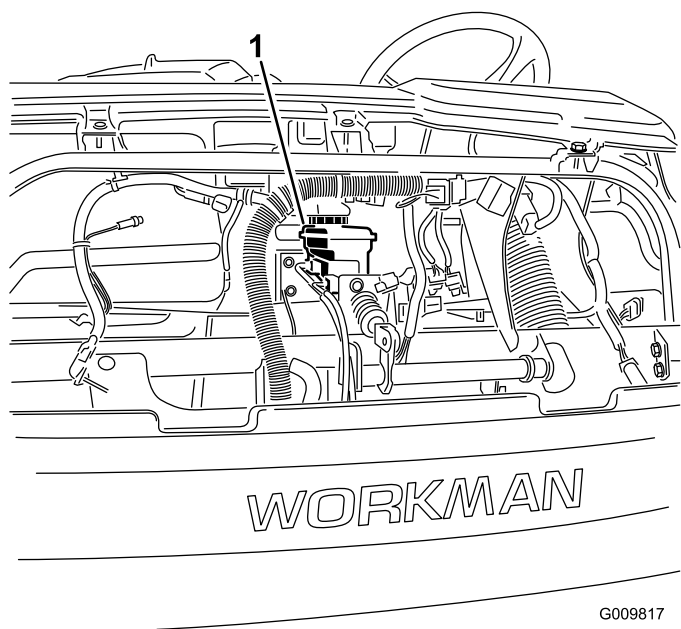

Figura 57
4. Eleve novamente o capot para aceder ao cilindro principal do travão e reservatório (Figura 57).